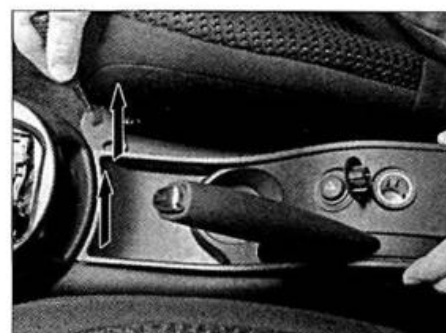

FIG. 30
- Desengrapar el guarnecido de la palanca del freno de estacionamiento y sacar los conectores del encendedor y de la toma de accesorios antes de desmontar completamente el guarnecido (fig. 30).